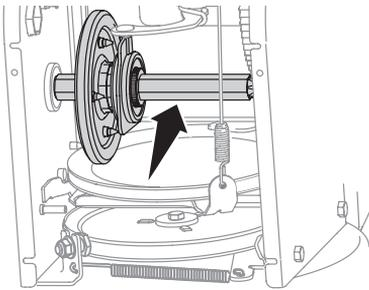

Figura 79
4. Aplique una capa ligera del compuesto Bostik Regular Grade Never-Seez® al eje hexagonal (Figura 79).